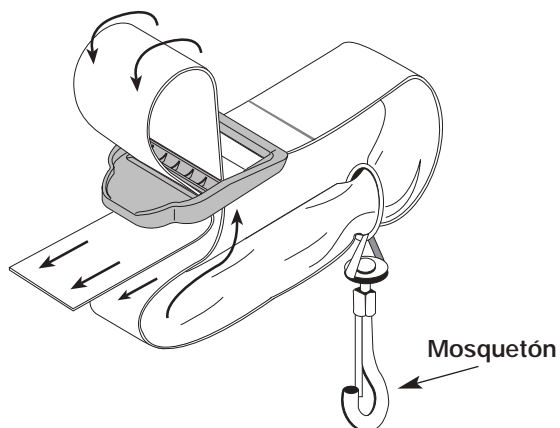

Fig. 6
2. Tire la correa y ciérrela sobre la ranura de la hebilla (Fig. 6).